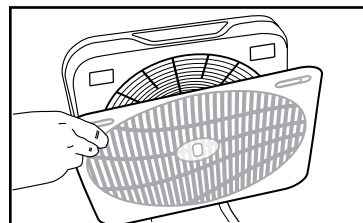

Fig. 8
2. Retire la rejilla del cuerpo hasta que las lengüetas de la parte inferior de la placa de la rejilla se deslicen fácilmente fuera de la unidad. Vea las Fig. 8 y 9.